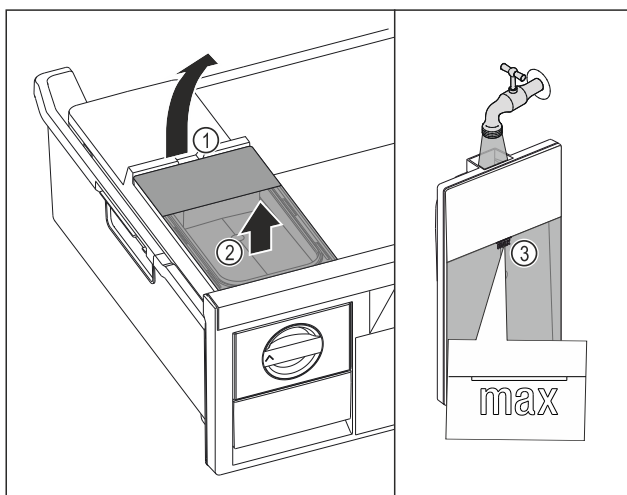

Fig. 150
- Sollevare il serbatoio dell'acqua dalla cavità Fig. 150 (1).
- Rimuovere il serbatoio dell'acqua estraendolo verso l'alto Fig. 150 (2)
- Riempire il serbatoio dell'acqua con acqua potabile fino al contrassegno Fig. 150 (3).